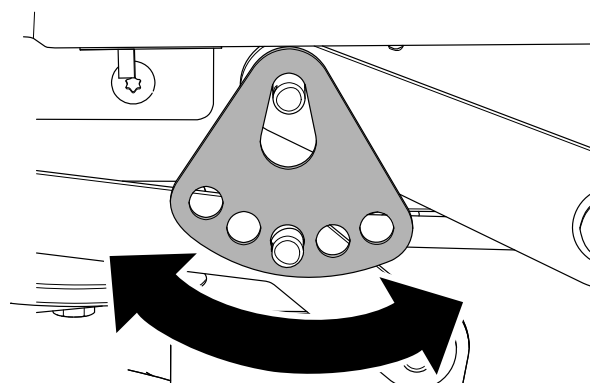

**Рисунок 70**
6. Извлеките шплинт и шайбу из нижнего штифта рычага подъема (Рисунок 70).